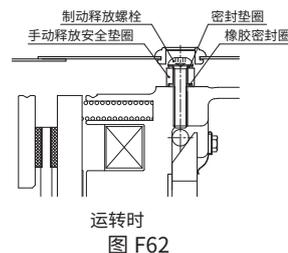

图 F62
- (2) 制动器释放后，重新恢复原有状态时，为安全起见，请将(1)中取下的手动释放安全垫圈和橡胶密封圈③按原样装回，然后拧紧制动释放螺栓②。(参见图F62)